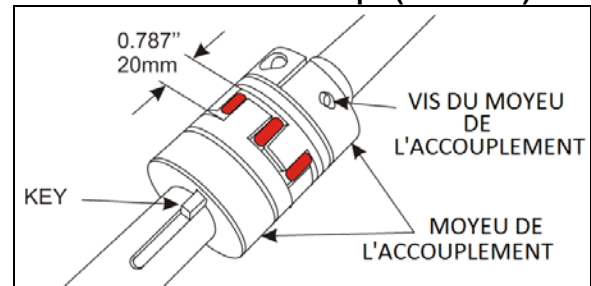

FIGURE 22: ACCOUPLEMENT À MÂCHOIRE 26157
8. Reconnecter les moyeux avec le croisillon. Laisser un jeu de 20 mm (0,787") entre chacun des moyeux comme illustré sur la Figure 22. Utiliser l'arbre d'extension hexagonal pour aligner les chemins de clavette.